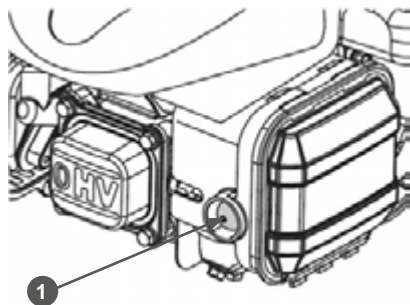

Рис. 14. Расположение ручного топливного насоса
3. Для запуска холодного двигателя нажмите три раза на ручной топливный насос 1 (Рис. 14). При запуске прогретого двигателя ручной топливный насос нажимать не нужно.